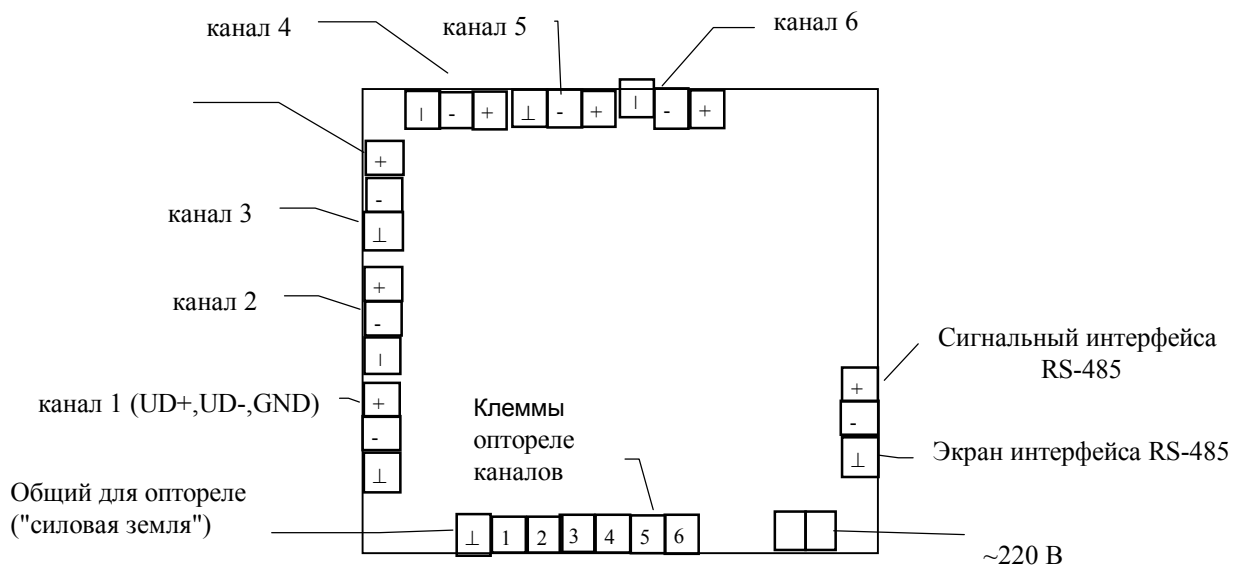

Рис.2. Схема подключения. Задняя панель ИТР.
"CAL"- калибровка ИТР при $t = 0^{\circ}\text{C}$. Для калибровки необходимо выдерживать датчик температуры на соответствующем канале (кроме термопреобразователей с унифицированным токовым выходом) в водо-ледяной смеси не менее 10 минут (для калибровки термометров сопротивления можно использовать магазин сопротивлений, класс точности не хуже 0.05, а для термопар - источник калиброванного напряжения). Для калибровки при типе датчика 6 необходимо на вход ИТР (см. рис. 2) подать ток 5 мА, для типа датчика 7 – 20 мА.
«Uref / Corr» - коррекция внутреннего ИОН по калиброванному напряжению. В этом режиме производится коррекция внутреннего источника опорного напряжения (ИОН), для этого необходимо установить на всех каналах тип датчика 4 (ХА) или 5 (ХК), на все каналы от источника калиброванного напряжения подать напряжение $V=48.452$ мВ (схема подключения как термопара: "минус" подключить к GND, "плюс" - к UDi-, где i - номер канала, см. рис. 2) и подождать 40 секунд.
5.6.2.1 Подключить к поверяемому ИТР магазин сопротивлений, имитирующий первичные датчики. Входы всех используемых каналов измерения должны быть подключены параллельно друг другу, неиспользуемые входы должны быть заглушены согласно рис. 2. Определить установленный при настройке прибора тип термодатчика. Выставить на магазине сопротивлений величину, равную сопротивлению термодатчиков в 0 °С. Перевести ИТР в режим автоперебора каналов. Если в процессе перебора каналов не возникает сообщений об ошибках, то прибор работоспособен.
6.2 Электрические соединения с сетью, датчиками температуры осуществляется через клеммные колодки, расположенные на задней панели прибора (см рис. 2).